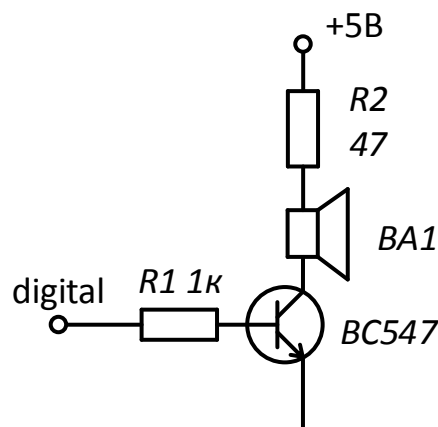

Рисунок 13.2 — Схема підключення звукового випромінювача до мікроконтролера через біполярний транзистор.
На пряму випромінювач звуку до Arduino підключати не можна, потрібен резистор мінімум на 200 Ом, але при цьому гучність звуку буде порівняно низькою. Тому доцільно використовувати транзистор, який може підсилювати струм (напругу) і в результаті збільшувати потужність, яку можна передати до навантаження. Типова схема ввімкнення транзистора наведена на рис. 13.2
2. Визначити резонансну частоту електромагнітного випромінювача звуку. Для цього зібрати схему згідно рис. 13.2 та підключити дві кнопки до цифрових виводів Arduino (не забуваємо про підтягувальні резистори!). Продемонструвати зібрану схему викладачу.
3. Що робить схема, зображена на рис. 13.2?